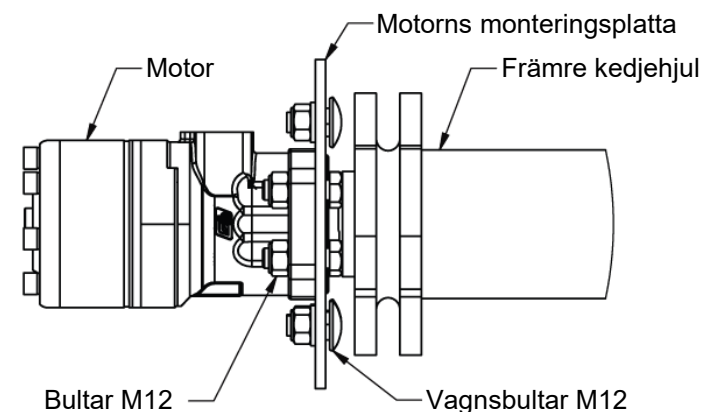

Bild 12. Bottenmatta, enhet med motor.
**! VARNING.** Bottenmattans motor bär upp den främre kedjehjulsensheten. Demonteringsproceduren är mycket lik med den ovan för rivarvalsen. Följ samma procedur, förutom att motorns monteringsplatta är fäst med M12-vagnsbultar och M12-muttrar. Se bild 12 och reservdelsboken för mer information.